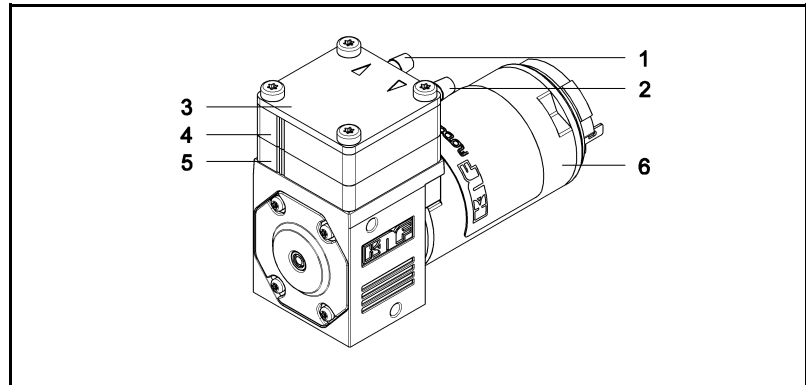

Fig. 1: Micro-Membran-Flüssigkeitspumpe
* Der Pumpenkopf besteht aus Anschlussplatte und Zwischenplatte (Fig.1)